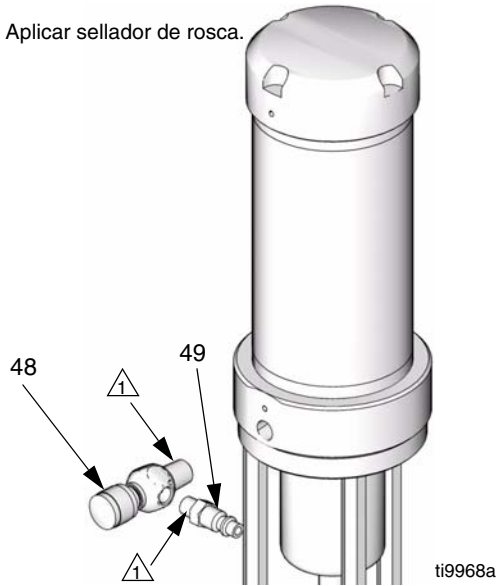

FIG. 4
1. Aplicar sellante para roscas a las roscas macho de la válvula de aguja del aire (48) y de la conexión de desconexión rápida (49) y monte. Vea FIG. 4